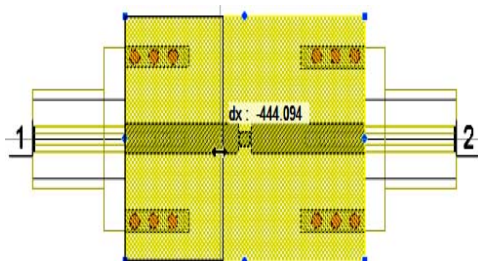

Рис. 113
- Нажмите и перетащите ромб на правой грани области в сторону порта, как это показано на рис. 113.